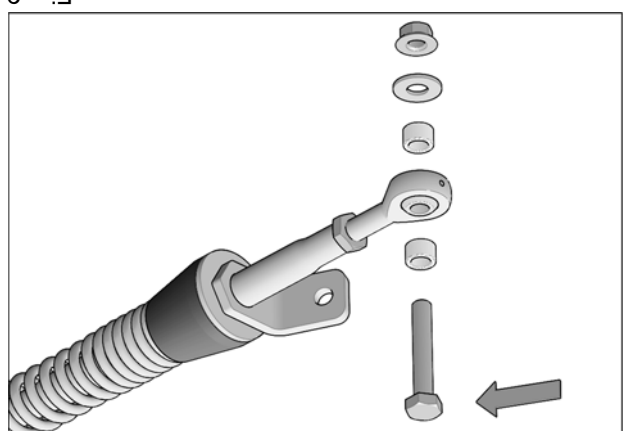

Fig. 9
3. Retirer les boulons, rondelles et espaces des rotules des bras stabilisateurs avant. Voir la Fig. 9